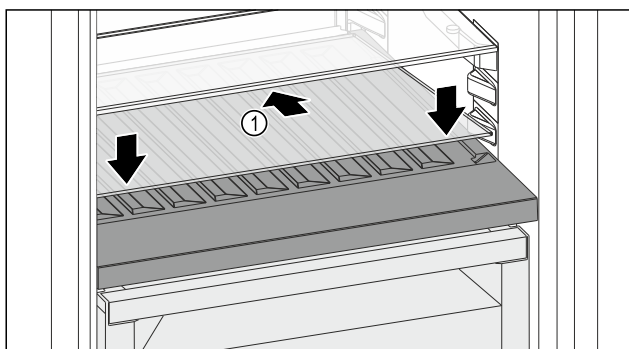

Fig. 226
- Așezați placa de sticlă Fig. 226 (1) oblic și spre spate înclinată în jos.
- Coborâți în față placa de sticlă Fig. 226 (1).